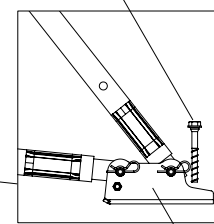

Fig. B3.04
2. Connettere la piastra base (30) al puntello e al braccio. (Fig. B3.04)
3. Fissare la piastra base a una superficie stabile, es. con vite di ancoraggio PERI 14/20x130, art. n° 124777 (30.1). Attenersi alla scheda tecnica. (Fig. B3.04)
4. Fissare i puntelli di stabilizzazione alla piastra base con l'apposito perno, quindi assicurare il perno con l'inserto a molla (27.4). (Fig. B3.04)